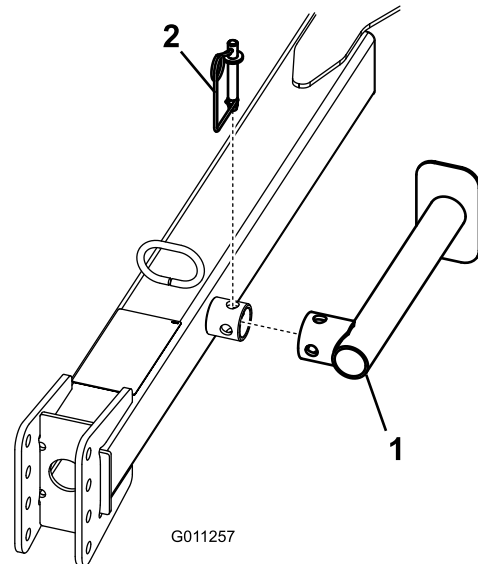

Figura 8
3. Retire el pasador elástico, gire el gato hacia abajo e instale el pasador elástico (Figura 8).